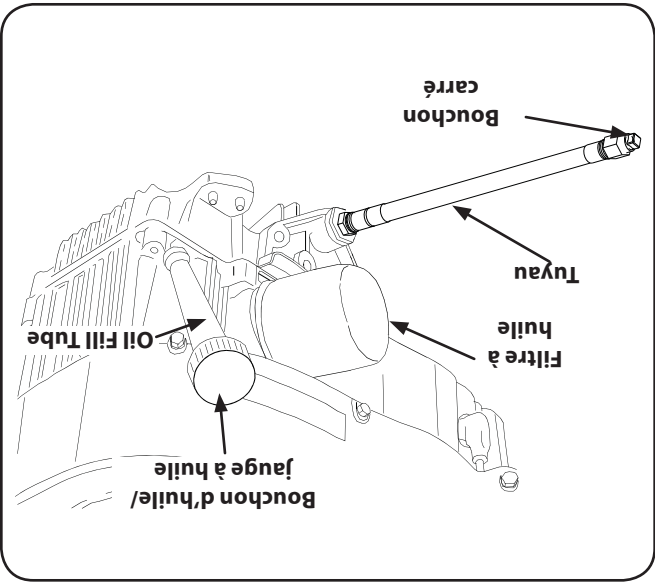

Figure 6-1
2. Localisez la soupape de vidange de l'huile, sur la droite du moteur. Voir la figure 6-1.
4. Tenez l'extrémité libre du tube de vidange de l'huile dans le récipient prévu pour l'huile usée et dévissez le bouchon carré de l'extrémité du tube. Voir la Figure 6-1. Laissez couler l'huile dans le récipient.